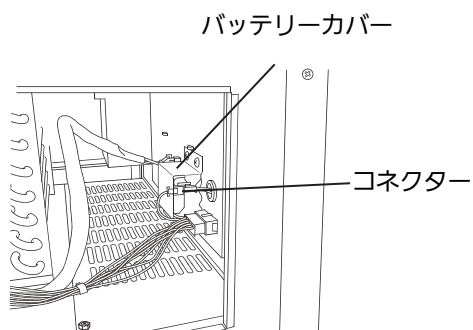

図 3
3. 図 3 の部分（コントロールパネルの背面）にニッケル水素電池が固定されています。